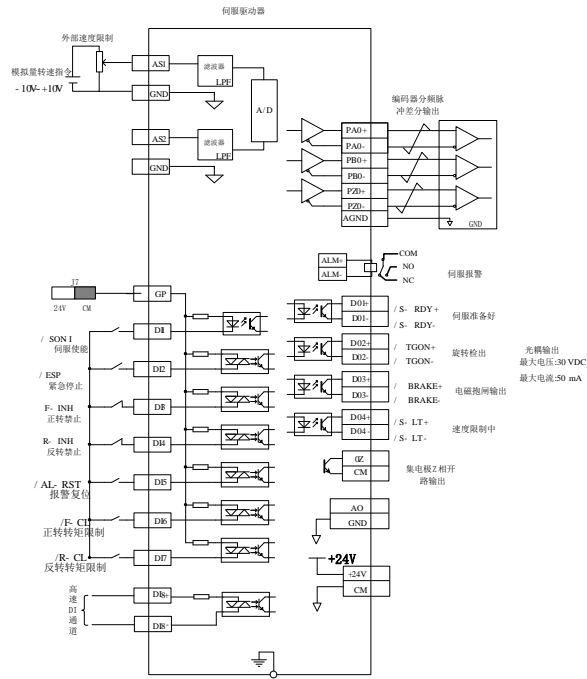
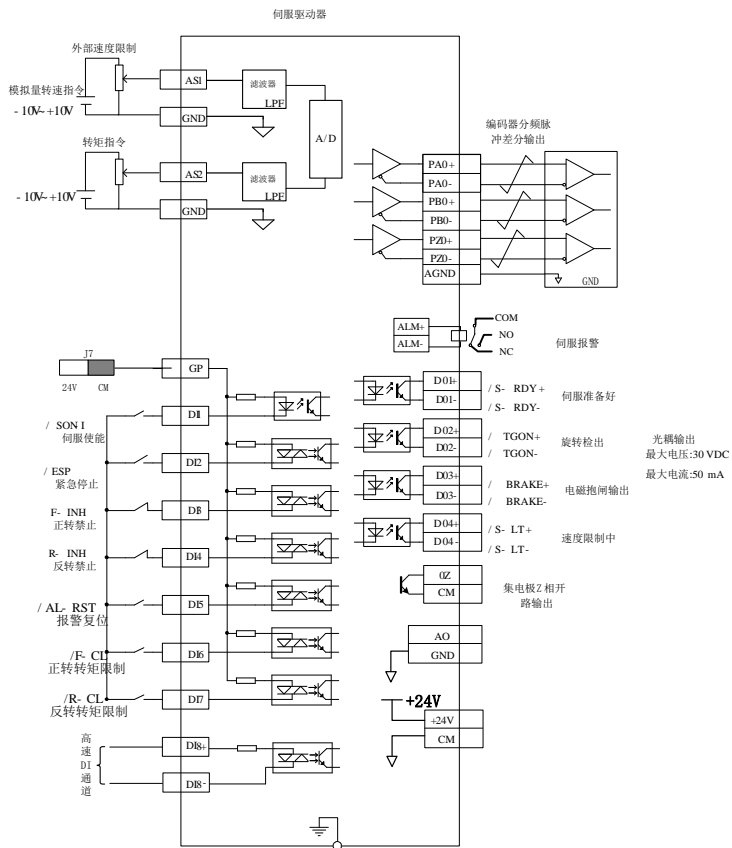

图 6.3.2 内部寄存器转矩模式典型接线图
图 6.3.3 模拟量器转矩模式典型接线图
- ◇ 参考图 6.3.2 或图 6.3.3 的配线说明，进行 DI/DO 信号的连线；